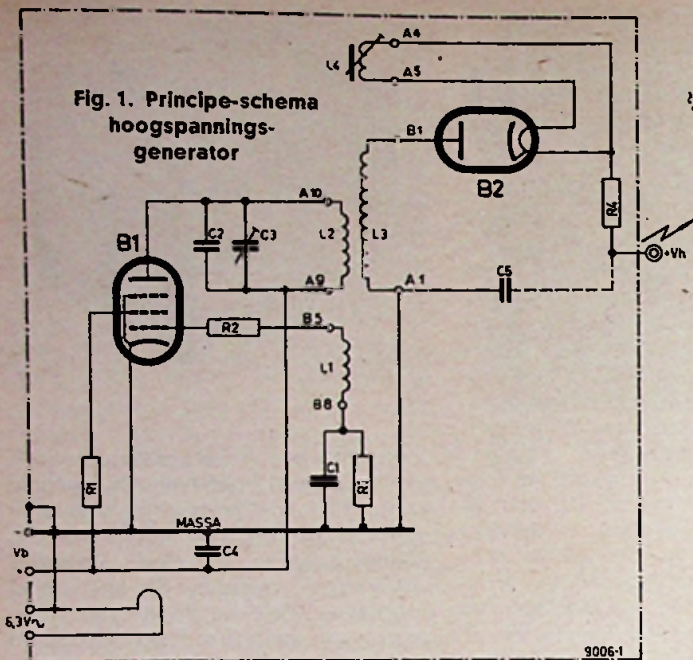

Fig. 1. Principe-schema hoogspannings-generator
A) Het prinscipeschema, fig. 1
Stuklijst bij fig. 1 en 1a - 1b - 1c